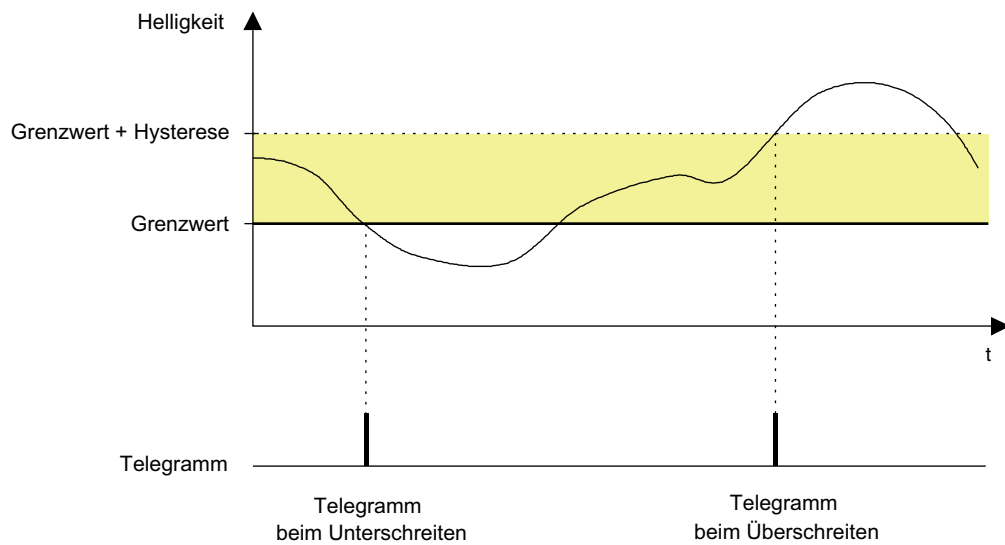

Bild 31: Beispiel 2 zur Grenzwertdefinition
2. Helligkeitsgrenzwert = Untere Schwelle (Bild 31)